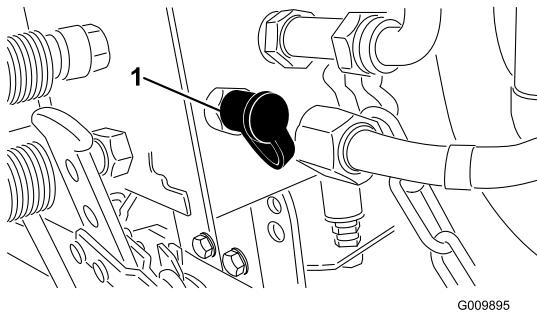

**Figura 62**
- Utilize a porta de teste #1 (Figura 62) para medir a pressão da tracção de marcha em frente.
- Utilize a porta de teste #2 (Figura 62) para medir a pressão da tracção de marcha-atrás.